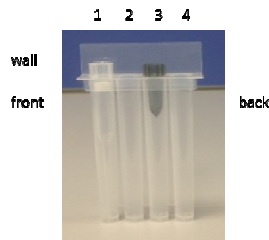

Figure 12: Tip Casette avec embouts de pipetage et perçage.
Vérifier si les embouts de pipetage et les embouts de perçage (3) sont placés dans l'ordre illustré dans la figure ci-dessous (Figure 12).